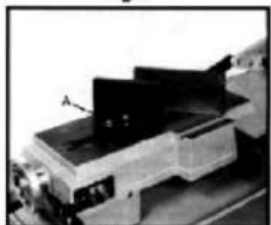

Fig.8
2. Placera skruvstäd och sätt tillbaka som bilden i Fig.8. Betala särskilt uppmärksamma bulthålets placering.
4. Justera det rörliga skruvstädet parallellt för att fixera skruvstädet genom att lossa bulten (A, Fig.8). justeras till parallell- och åtdragningsbult.